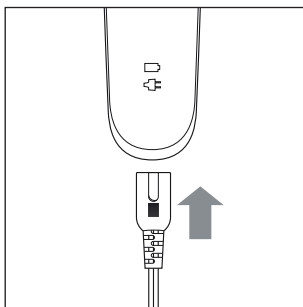

Fig. 1
- 2) Ligue a ficha fêmea  9 da fonte de alimentação  8 ao aparelho (ver fig. 1).
- 2) Ligue a ficha fêmea ❸ da fonte de alimentação ❷ ao aparelho (ver fig. 1).
- 3) Insira a ficha elétrica da fonte de alimentação ❷ numa tomada de fácil acesso (100 – 240 V ~, 50/60 Hz).
- 4) Ligue o aparelho, colocando o interruptor Ligar/desligar I/O ❹ na posição I.